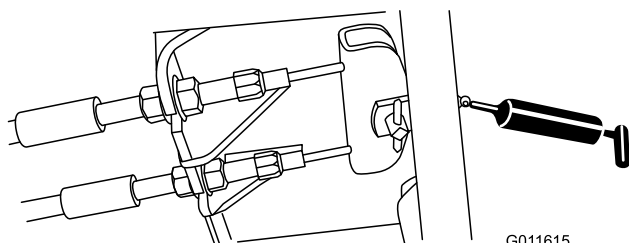

Рисунок 60
- Педаль тормоза (1 шт.) (Рисунок 60)